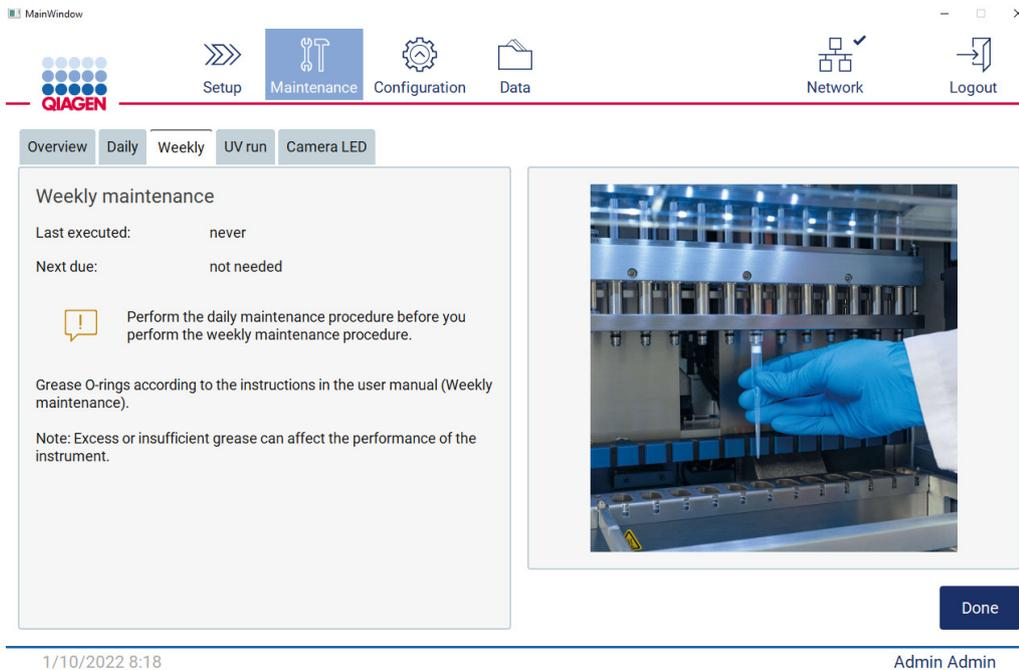

Figure 150. Écran Weekly maintenance (Maintenance hebdomadaire).
5. Avec un gant neuf, appliquez une petite quantité de graisse de silicone sur la surface des joints toriques (illustrés à la Figure 150), en utilisant seulement la pointe d'un doigt humidifié dans de la graisse. Faites attention à ne pas appliquer de graisse sur ou couvrir l'ouverture au cœur du pipetteur.